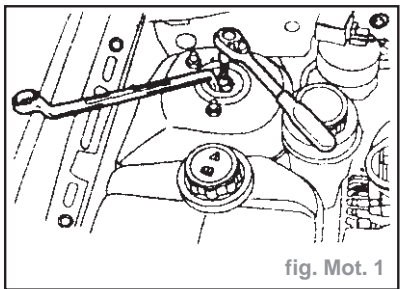

fig. Mot. 1
- Desserrer de cinq tours les écrous des jambes de suspension droite et gauche (fig. Mot. 1).